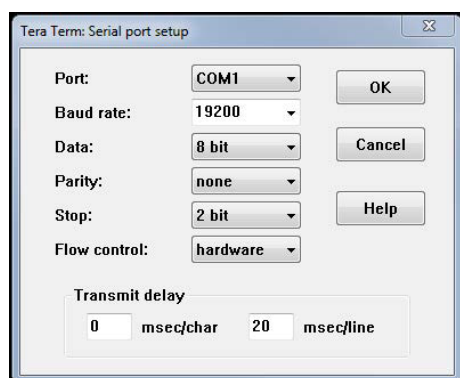

Abb. 7: Einstellen der seriellen Schnittstelle in Tera Term
3. Stellen Sie die serielle Schnittstelle mit den erforderlichen Parametern ein, wie in Abb. 7.